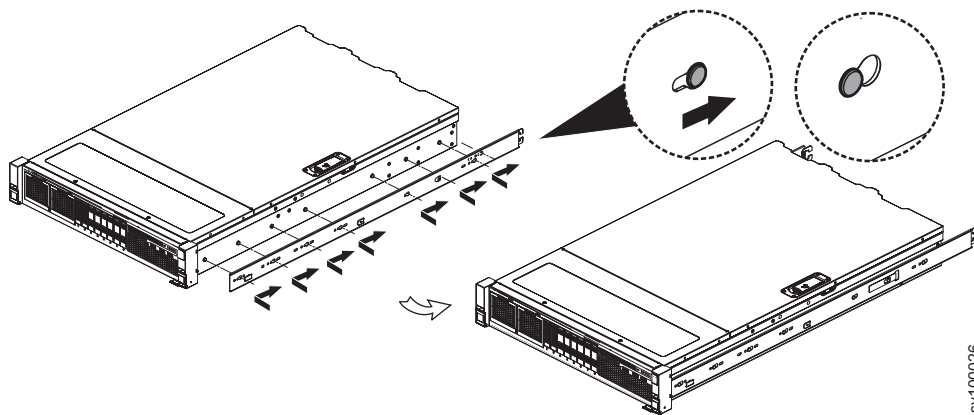

Abbildung 20. Inneres Schienenteil am Chassis befestigen
4. Bringen Sie das innere Teil der Schiene am Chassis an. Es sind keine Schrauben erforderlich. Richten Sie die Löcher in dem inneren Schienenteil an den Stiften an der Geräteseite aus und schieben Sie dann die Schiene nach hinten zur Rückseite des Geräts, damit sie einrastet (siehe Abb. 20).